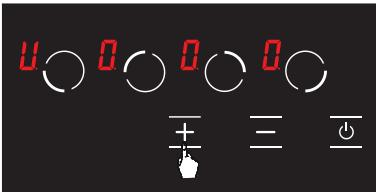

Afbeelding 8
1. Schakel het fornuis in door de **⊕** knop in te drukken. (Zie Afb. 8).